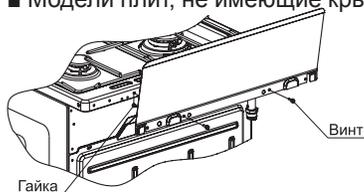

рис. 1
■ Модели плит, не имеющие крышку стола, комплектуются щитком, который закрепляется перед установкой плиты (рис. 1).
■ **Установка щитка на плиты моделей КМ241 321, КМ241 322, КМ241 371, КМ241 372.** Установку щитка производить путем крепления к столу двумя винтами и гайками (см. рис. 1). Винты и гайки для крепления щитка находятся в пакете с комплектующими.